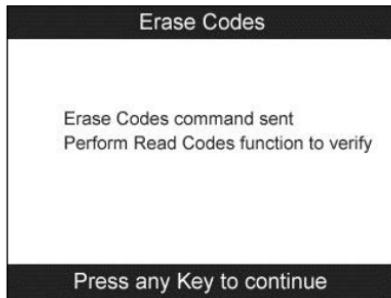

Figura 6.4
- 3) Si el comando de borrar se envió exitosamente, la pantalla aparecerá como se muestra debajo (Figura 6.4). Presione cualquier botón para continuar. Para asegurar que los códigos se borraron del todo, ejecute **Leer Códigos** de nuevo.